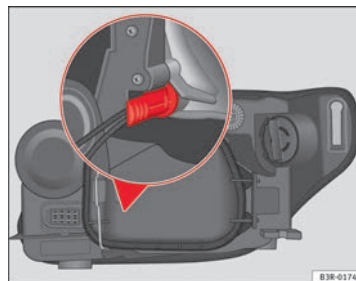

Fig. 198 Luz de posición. Empuñadura del portalámparas en posición vertical
- Introduzca la lámpara en el zócalo, de forma que la empuñadura del portalámparas quede con la pared en posición vertical ⇒ **fig. 198** y presione sobre él. ►